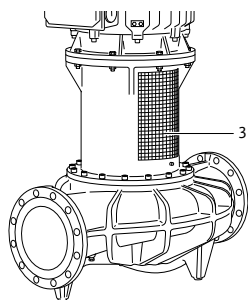

Рис. 48: Смонтированная предохранительная пластина муфты
- Эксплуатировать насосный агрегат только со смонтированными предохранительными пластинами муфты (Рис. 48, поз. 3).